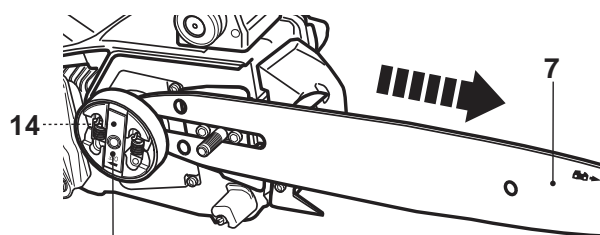

Fig. 2
7. Puis poussez le guide-chaîne (7) vers le pignon d'entraînement (14) situé à gauche, derrière l'embrayage (15) (Fig.2).